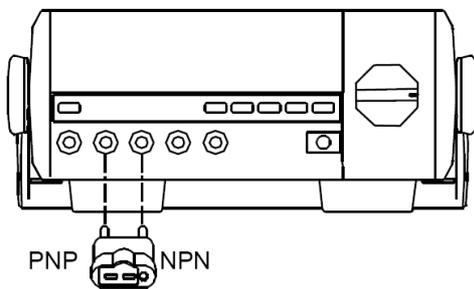

Рисунок 11
I. Проверка транзисторов (см. рисунок 11)